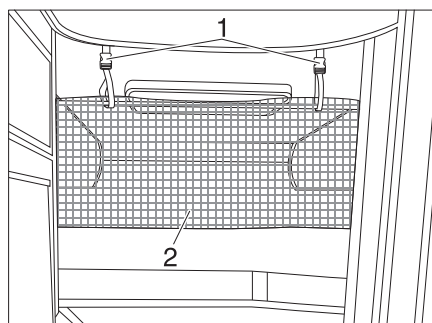

Fig. 132 Filet de sécurité
Le filet de sécurité (Fig. 132,2) de série est rangé entre le matelas et le sommier à lattes. Ne tendre le filet de sécurité qu'une fois que la personne se trouve dans le lit.
- Faire s'enclencher les sangles de retenue (Fig. 132,1) dans les œillets du plafond.